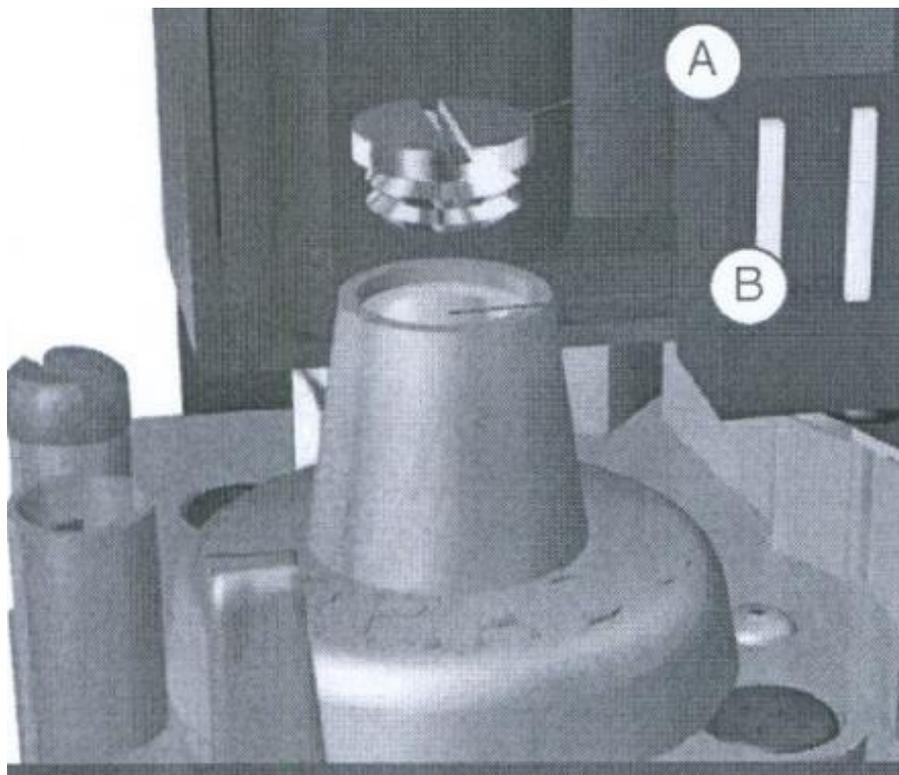

Рис. 5 Клапан VK 4100C1000
- Открутить защитную заглушку А (рис. 5) на клапане VK4100C1000 (п.3 рис.2), закрутить пластмассовый винт В до упора, установить защитную заглушку на место
- Открутить защитную заглушку А (рис. 5) на клапане VK4100C1000 (п.2 рис.2), вращая пластмассовый винт В установить давление в коллекторе горелки 1300 Па для природного газа или максимальное давление – для сжиженного. При закручивании гайки давление увеличивается при откручивании – уменьшается